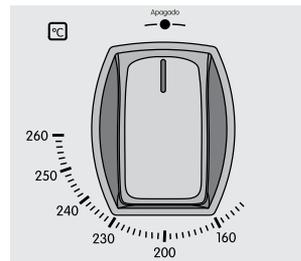

Figura 31. Selector de Temperaturas
- Seleccione la temperatura girando el selector de temperatura en sentido contrario a las manecillas del reloj, hasta el valor deseado. Figura 31.